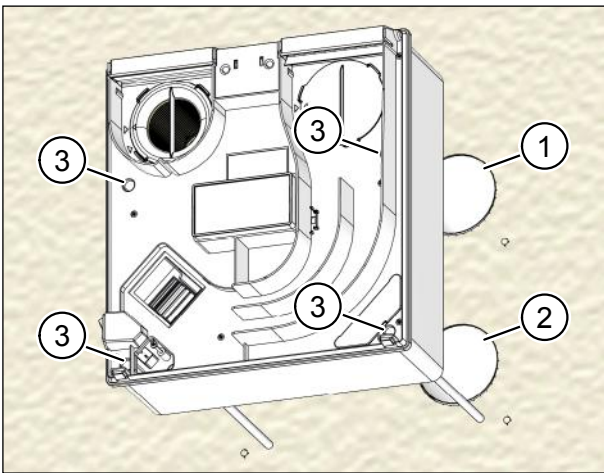
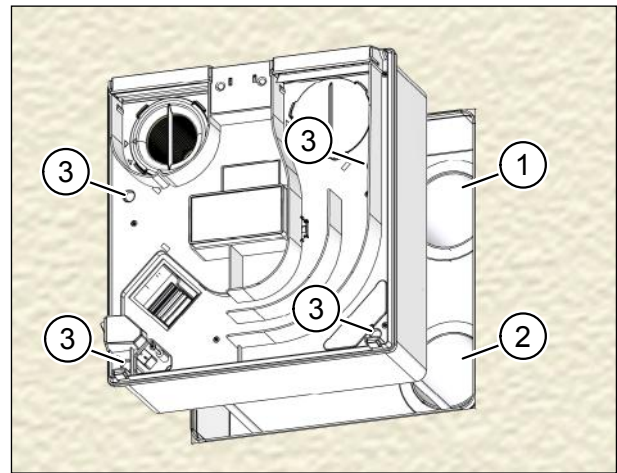

Abb. 27: Lüftungsgerät befestigen – Aufputzmontage
Abb. 28: Lüftungsgerät befestigen – Unterputzmontage
- ▶ Setzen Sie das Lüftungsgerät so an, dass die Lüftungsstutzen mit dem Außenluftrohr (Pos. 1 in Abb. 27 und Abb. 28) und Fortluftrohr (Pos. 2 in Abb. 27 und Abb. 28) fluchten.
- ▶ Befestigen Sie das Lüftungsgerät mit den vier Kreuzschlitzschrauben (Pos. 3 in Abb. 27 und Abb. 28). Ziehen Sie dabei die Schrauben **leicht** über Kreuz an.